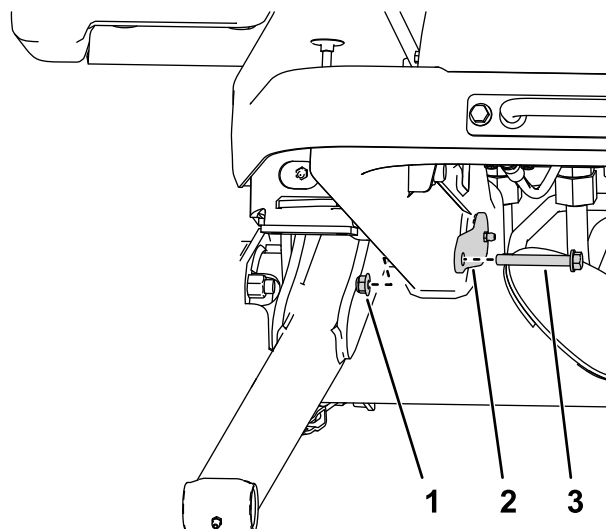

Figura 11
3. Prenda o pino grande no braço de elevação utilizando um par de porcas e parafusos como se mostra na Figura 11.